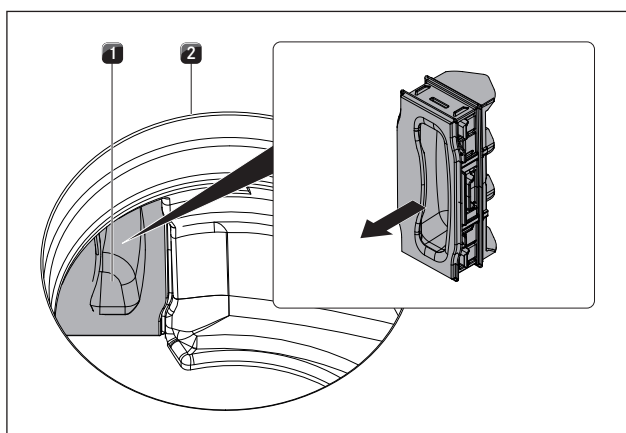

Fig. 8.5 Retirar a tampa de troca do filtro
- ▶ Puxar a tampa de troca do filtro do interior da abertura de entrada de ar da abertura da carcaça do filtro (Retirar a tampa de troca do filtro v. fig. 8.5).